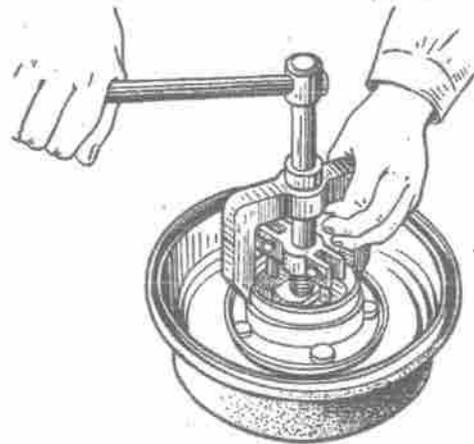

Bild 194. Abziehen des Außenrings des äußeren Radnabenlagers
5. Außenring des äußeren Lagers mit Hilfe eines speziellen Abziehers abziehen (Bild 194).